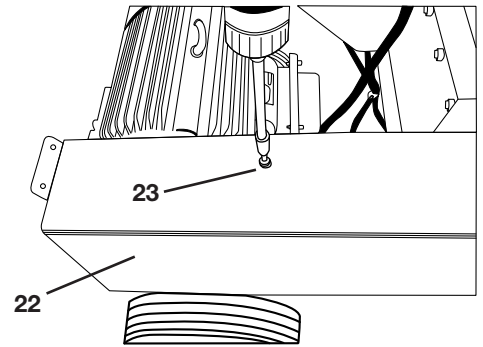

Bild 21
Um die Keilriemenspannung zu überprüfen, muss die Riemenschutzhaube (22) abgenommen werden. Entfernen Sie die Riemenschutzhaube durch Lösen von einer Schraube (23) (SW 10) und 3 Muttern (24) (SW 10, siehe „Bild 21 und 22“).